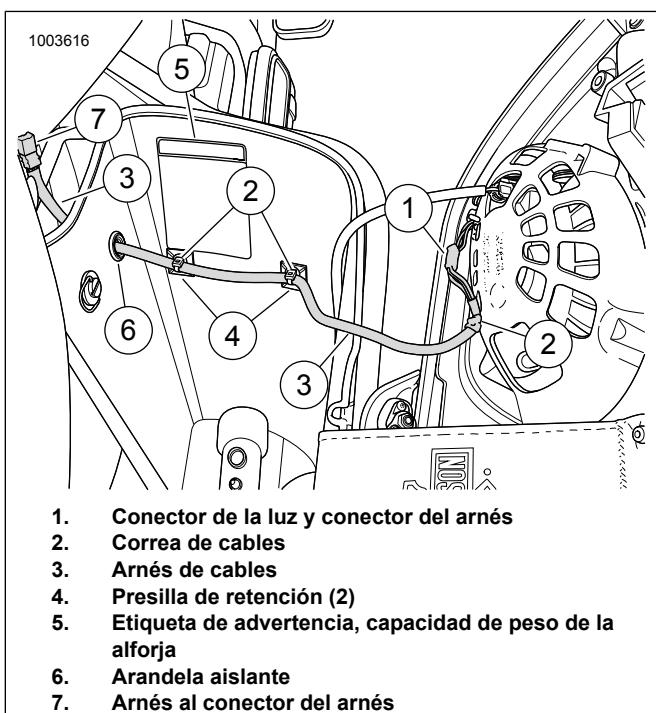

Figura 8. Ubicación de los cables de la alforja
15. Consulte la Figura 8. Deslice la arandela aislante alrededor de 11 cm (4-1/2 pulg.) del extremo del arnés fuera de la alforja. Esto dejará alrededor de 11 cm (4-1/2 pulg.) fuera de la alforja una vez que se haya instalado la arandela aislante.
17. Una los conectores (1) del motor de la luz al arnés. Asegure el arnés al altavoz cerca de la conexión con una correa de cables (2).